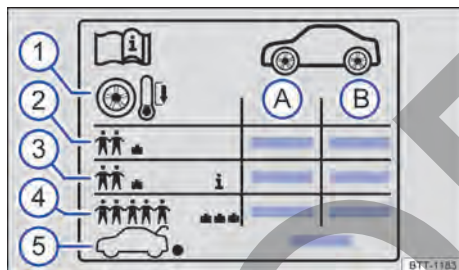

Fig. 181 Símbolos en el adhesivo de la presión de los neumáticos.
En función del vehículo, el adhesivo de la presión de los neumáticos puede incluir una presión de confort → fig. 181 ③. La presión de confort permite aumentar el confort de marcha. Cuando se circula con la presión de confort, puede que se incremente el consumo de combustible.
- Adapte siempre la presión de los neumáticos al estado de carga del vehículo → fig. 181 ④.